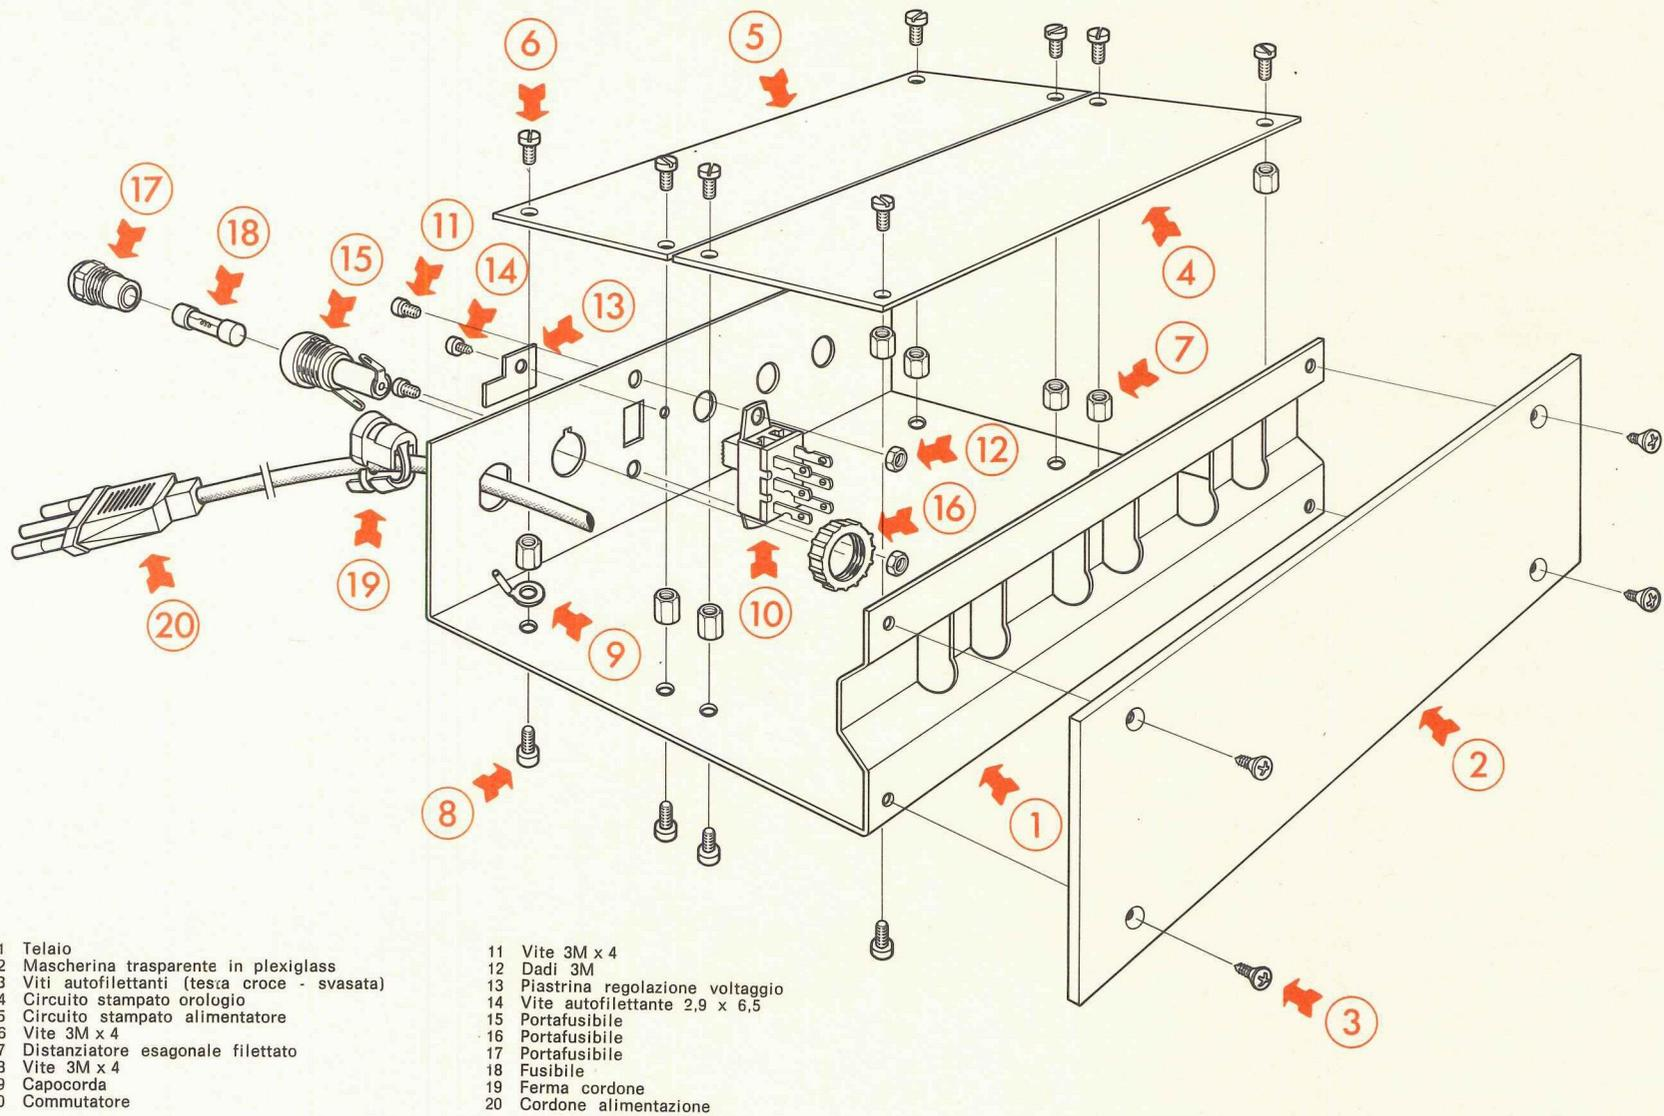

Fig. 6 - Montaggio meccanico.
- Sul telaio metallico (1) (fig. 6) fissare la piastra trasparente rossa (2) in plexiglas mediante le quattro viti autofilettanti (3).
- Sul fondo preparare fissate le otto colonnine di sostegno per i circuiti stampati (7) mediante le viti (8).
- Sulla parte posteriore fissare il portafusibile di rete (15) mediante la ghiera filettata in plastica (16). Inserire quindi il fusibile (18) e chiudere con il tappo (17).
- Montare il commutatore per la tensione di rete (10) mediante le due viti, (11) con relativi dadi (12).
- Montare la piastrina di blocco (13) con la vite autofilettante (14). Mettere ora il tutto da una parte per iniziare lo assieme dei circuiti stampati.
- Montare il circuito stampato contenente i tubi indicatori in modo che questi possano essere letti in trasparenza attraverso il plexiglas rosso, e fissare con quattro viti (fig. 6) sulle colonnine già prima montate. Fissare anche l'altro circuito stampato mediante altre quattro viti (6).
- Connettere il cordone di alimentazione con uno dei fili al contatto centrale del portafusibile (15) dopo averlo fatto passare attraverso l'apposito foro sul telaio (1), fissandolo col fermacavo (19). L'altro filo di corrente andrà connesso all'ancoraggio A del circuito stampato. Il filo di massa corrispondente allo spinotto centrale andrà connesso al telaio.